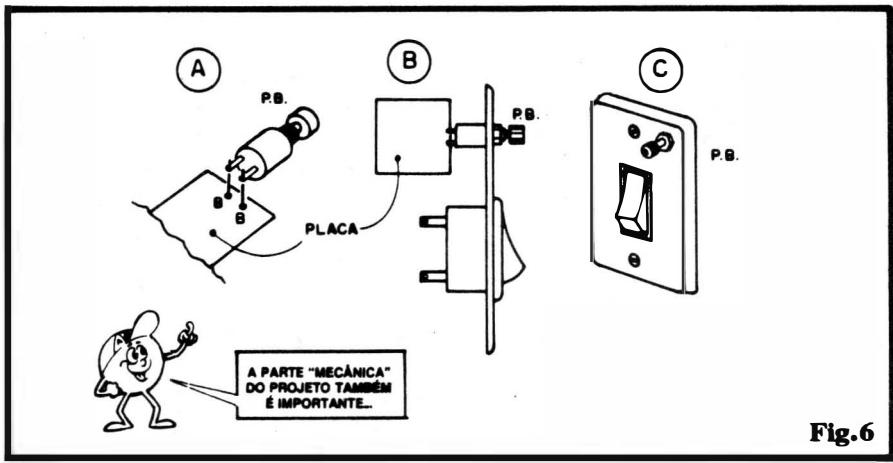

Fig.6
- FIG. 6 - DETALHES PRÁTICOS DA INSTALAÇÃO FINAL - Para facilitar a parte puramente “mecânica” da instalação final do
ITEC (embora outros **lay outs** sejam possíveis...) sugerimos que o Leitor/“Aluno” guie-se pelos diagramas da fig. 6:
rosqueando afi o "pescoço" do push-button (ver fig. 6-B). Com tal configuração, inclusive, fica quase que "automático" ao usuário apertar o botão do interruptor de pressão, e não o acionador do interruptor normal, já que a "cabeça" do push-button ficará mais "saliente" (a mão "chega nela primeiro"...). O interruptor normal, assim, apenas será acionado se essa for a intenção nítida do usuário (nos casos já explicados, de se manifestar a necessidade de se manter o local iluminado por mais tempo, para limpeza, etc.).
Os limites de Potência para as lâmpadas controladas, mencionados ao longo da presente "Aula" prática, referem-se ao uso do SCR "nú", **sem dissipador**... Quem precisar de mais luz, poderá - sem problemas - até dobrar os citados parâmetros (comandando até 200/300W de lâmpadas em 110V ou até 400/600W em 220V), simplesmente anexando um dissipador, não muito grande, ao TIC106D... Em tal caso, notem que o circuito ficará inevitavelmente maior, o que poderá gerar algumas dificuldades na instalação do dito cujo dentro de uma caixa normal de instalação elétrica, principalmente no método eletro/mecânico descrito à fig. 6-B... Não esquecer que, se o tal dissipador não for isolado da lâmina metálica do SCR (via placa de mica e buchas plásticas), sua área metálica fará parte do circuito, e assim deverão ser tomados cuidados para que as aletas não encostem em nenhum outro ponto metálico, seja do próprio circuito, seja da fiação local, seja da caixa que envolve o conjunto...